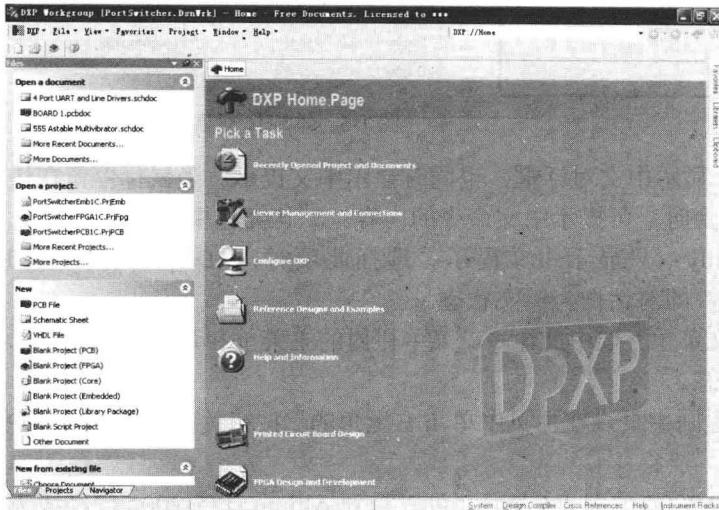
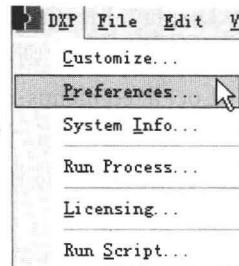

图 1-1 Altium DXP 2004 英文浏览器界面
图 1-2 【Preferences】优先设定命令
初次启动 Altium DXP 2004 后，将进入英文环境的 DXP 设计主页，如图 1-1 所示。喜欢英文设计环境的用户，可以直接由此开始自己的设计工作；对于习惯使用中文的用户来说，通过设置，可以进入中文环境中进行各种设计。
(1) 单击启动后的 Altium DXP 2004 英文浏览器界面（如图 1-1 所示）主菜单栏中的 **DXP** 菜单按钮，在下拉菜单中选择【Preferences】项，如图 1-2 所示。